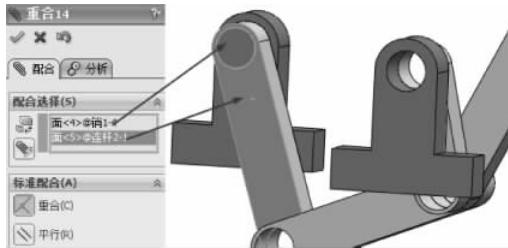

图 3-192 重合配合
(24) 继续配合约束,选择【标准配合】选项组下的【重合】配合类型  ,在【要配合的实体】选择框 中选择如图 3-192 所示的面,其他保持默认,单击【确定】按钮 ,完成重合配合。